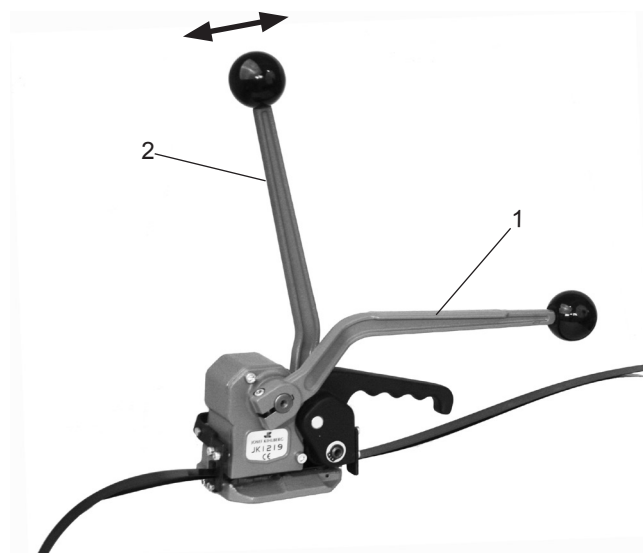

Fig. 4
- Mit der linken Hand den Verschliesserhebel (Fig. 4/1) fassen und mit der rechten Hand den Spannhel (4/2) vor- und zurückbewegen, bis die gewünschte Bandspannung erreicht ist.